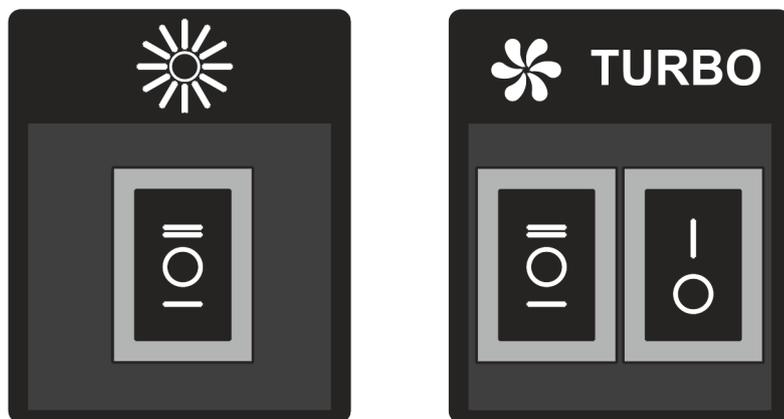

Рис.5
7.3 На боковинах корпусу розміщений **клавішний перемикач режимів роботи і включення ламп освітлення (рис.5).**